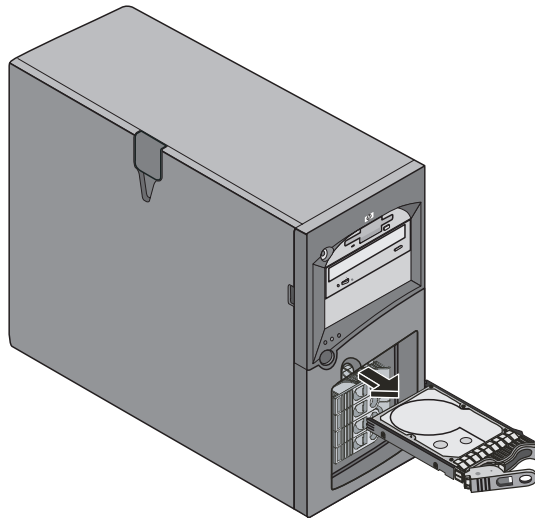

Figura 2-10. Rimozione di un disco rigido hot swap
5. Sostenere la parte inferiore dell'unità con la mano ed estrarre lentamente l'unità. Non lasciare cadere l'unità. Fare riferimento alla figura 2-10.